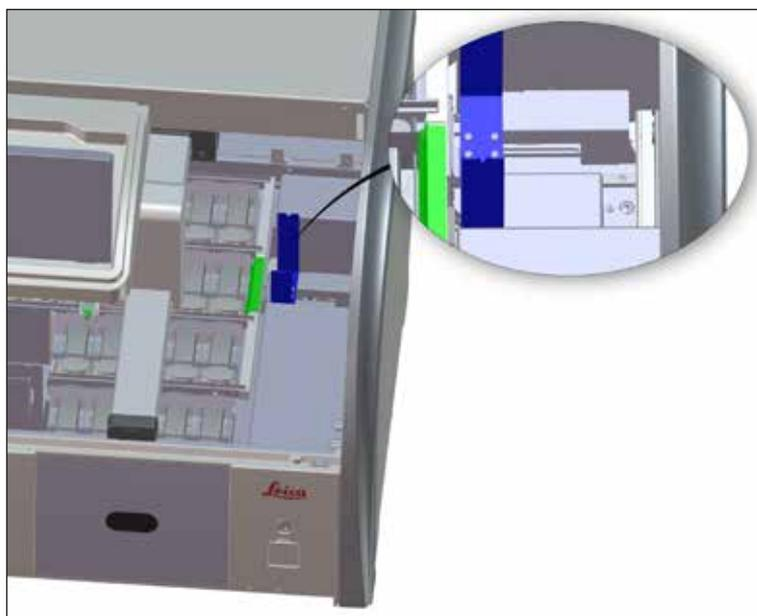

Fig. 96
- Verifique regularmente a estação de transferência (→ "Fig. 96") quanto a resíduo de reagentes e, se necessário, limpe-a usando agentes de limpeza comercialmente disponíveis com um valor de pH neutro.